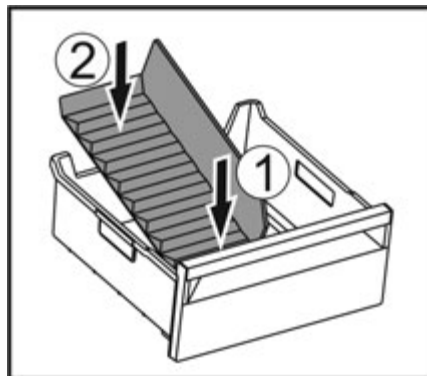

Fig. 158
- Вставити передню частину перегородки відділення для льоду. Fig. 158 (1)
- Опустити задню частину перегородки відділення до дна ящика для кубиків льоду. Fig. 158 (2)